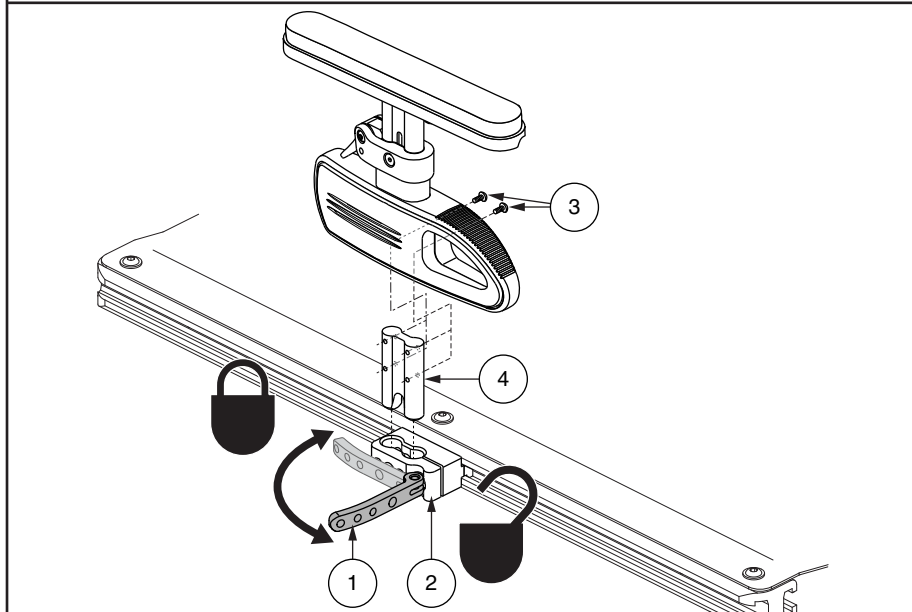

Figura 16. Braccioli pediatrici regolabili in altezza
1. Rimuovere le viti 1 e 2 dalla barra di bloccaggio. **Vedi figura 16.**